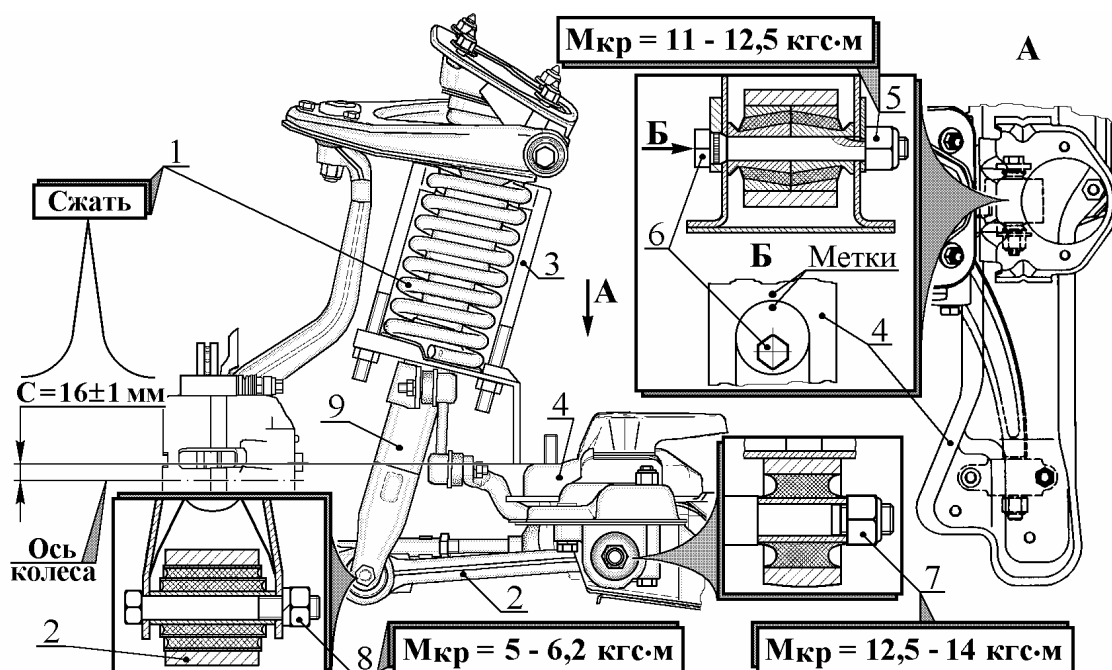

Рис. 10. Затяжка гаек крепления сайлентблоков нижнего рычага:
а) сжать пружину 1 (рис. 10) с помощью приспособления 3 до положения, при котором левый нижний рычаг 2 займет заданное положение (размер С между верхней плоскостью подрамника 4 и осью передних колес равен 15 - 17 мм - обеспечивается приспособлением) для затяжки сайлентблоков нижнего рычага.
5.8. В случае отсутствия приспособления по п. 5.3 (4, а) затянуть шесть гаек 5, 7, 8 (см. рис. 10) крепления сайлентблоков левого и правого нижних рычагов с моментами по п. 5.3 (4, б - г) на автомобиле, стоящем на колесах в снаряженном состоянии и с нагрузкой: два человека на передних сиденьях, один на заднем и 50 кг в багажнике.